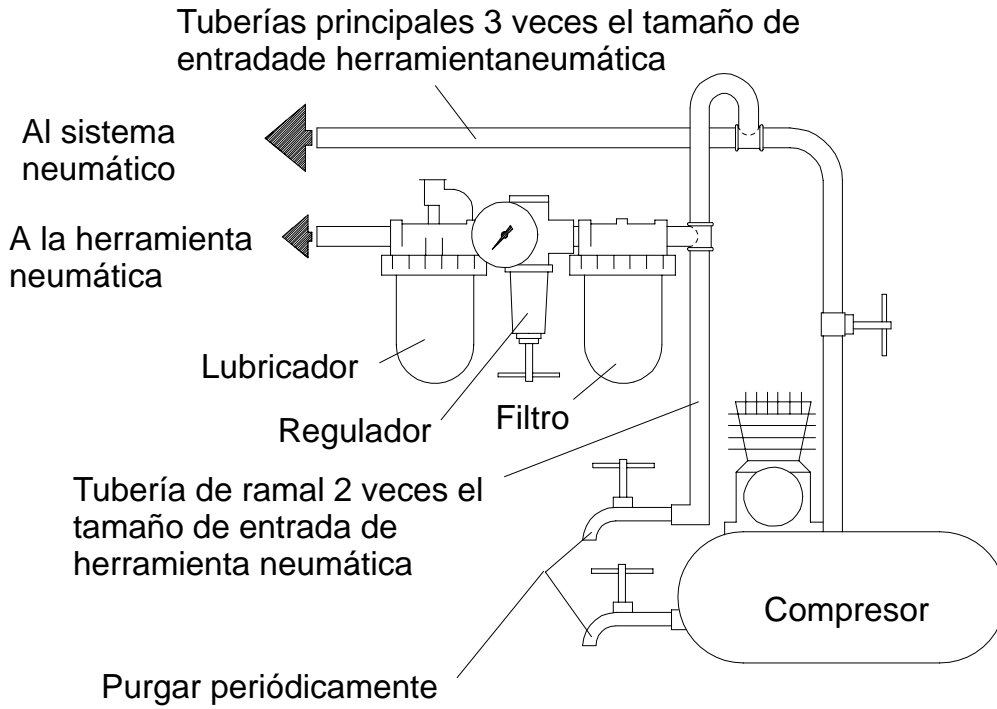

Figura 4
- Asegúrese de que todos los racores y mangueras sean del tamaño correcto y estén bien apretados. La Figura 4, en la página 6, muestra una disposición característica de las tuberías.